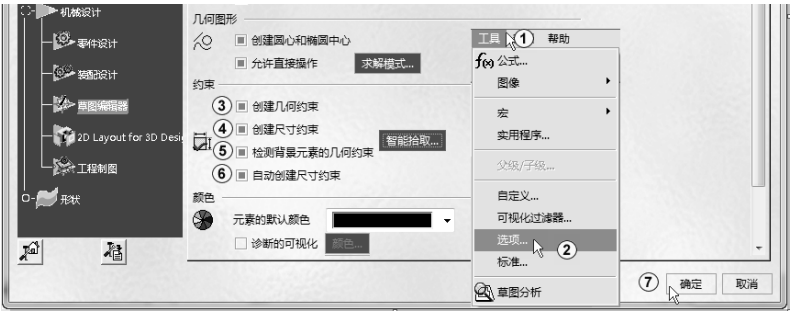

图 2-40 全部选中“约束”项目
2) 从特征树中选择“xy 平面”，在工具栏中单击“草图”按钮，进入草图绘制模式。单击屏幕最下方的“全部适应”按钮。选择菜单“工具”→“选项”命令，如图 2-40 中①②所示。将“机械设计”下“草图编辑器”中“约束”复选框全部选中，如图 2-40 中③~⑥所示。单击“确定”按钮。